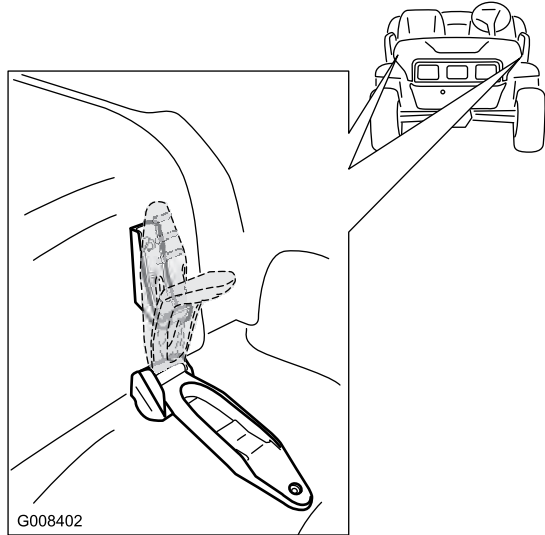

Figura 22
1. Libere la correa de goma de cada lado del capó (Figura 22).